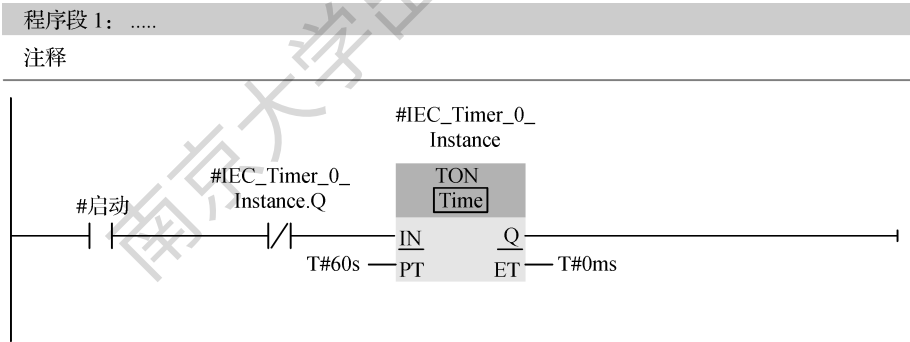

图 2-6 程序段 1
(1) 程序段 1:设计启动按钮,启动 60 s 的定时循环,如图 2-6 所示。